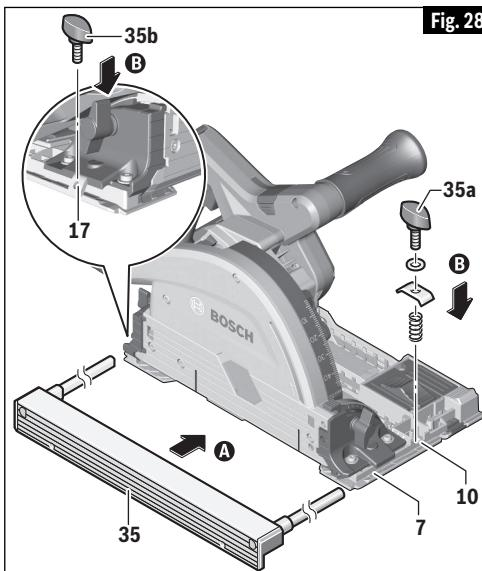

Fig. 28
- A. Deslice las varillas guía del tope-guía para cortar al hilo **35** a través de las guías ubicadas en la placa-base **7** (Fig. 28).
- 10.** Enrosque el perno de mariposa **35b** en la montura trasera **17**. No apriete todavía los pernos de mariposa (Fig. 28).